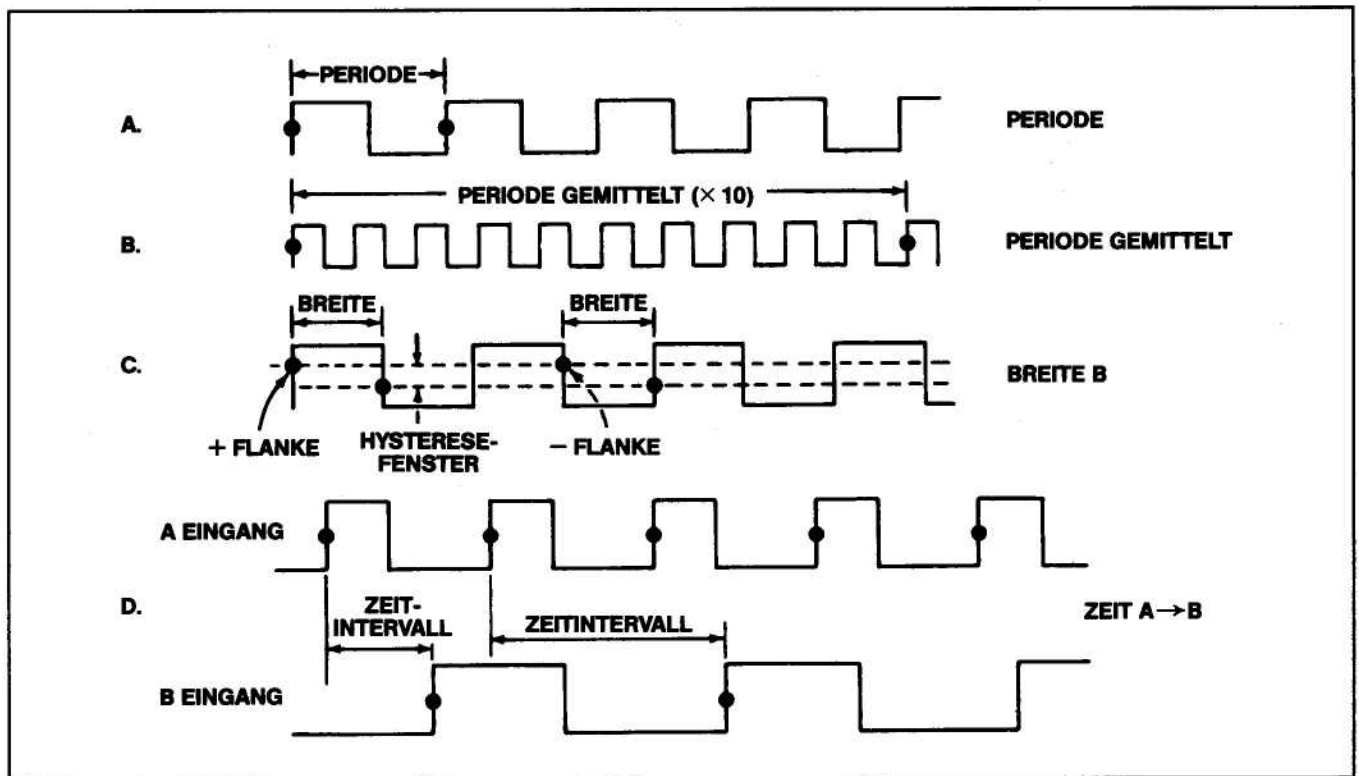

Abb. 2-4: Intervallmessungen
Die Betriebsarten Periodendauer und Periodendauer-mittlung gestatten es, einzelne Periodendauermessungen durchzuführen oder mehrere Perioden der an Kanal B angeschlossenen Eingangsfrequenzen zu mitteln. Diese Betriebsarten eignen sich zur Durchführung von Niederfrequenzmessungen, bei denen es auf eine hohe Auflösung ankommt, ohne daß die Messung besonders zeitaufwendig ist. Einfach ausgedrückt kann gesagt werden: In der Betriebsart PERIOD B werden die Funktionen von Signal und Takt im Vergleich zu der Betriebsart FREQUENCY A umgekehrt (siehe Abb. 2-4 A).
**Mittlung.** Durch die Mittelung der Signalwerte über eine große Anzahl von Ereignissen können die Auflösung und die Genauigkeit erhöht werden. Dadurch wird aber die Meßzeit verlängert, wie dies z.B. auch bei der Wahl von längeren Gate-Zeiten in der Betriebsart FREQUENCY A der Fall ist (Vgl. Abb. 2-4 B).
Zeitintervallmessungen werden in den Betriebsarten TIME A→B oder WIDTH B durchgeführt. In der Betriebsart WIDTH B wird die Zeit gemessen und angezeigt, die zwischen dem gewählten Triggerpegel-punkt der Startflanke für die zu messende Impulsdauer und dem gleichen Triggerpegelpunkt der Flanke mit entgegengesetzter Polarität verstreicht (Vgl. Abb. 2-4 C).
In der Betriebsart TIME A→B wird die Zeit gemessen, und angezeigt, die zwischen dem Triggerpunkt von CH A und dem nachfolgenden Triggerpunkt von CH B verstreicht. Die beiden Punkte werden so gesteuert, daß mit Hilfe der Triggerbedienungs-elemente des Kanal A der Punkt gewählt wird, an dem das Hauptgate eingeschaltet wird, und die Bedienungselemente für Kanal B den Punkt wählen, an dem das Hauptgate ausgeschaltet wird. (Vgl. Abb. 2-4 D)